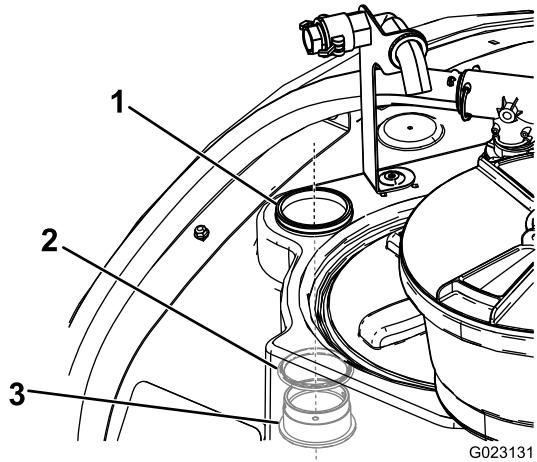

Figura 16
- Instale a união do anteparo e anel de retenção a partir do interior do depósito através da abertura cortada previamente (Figura 16).